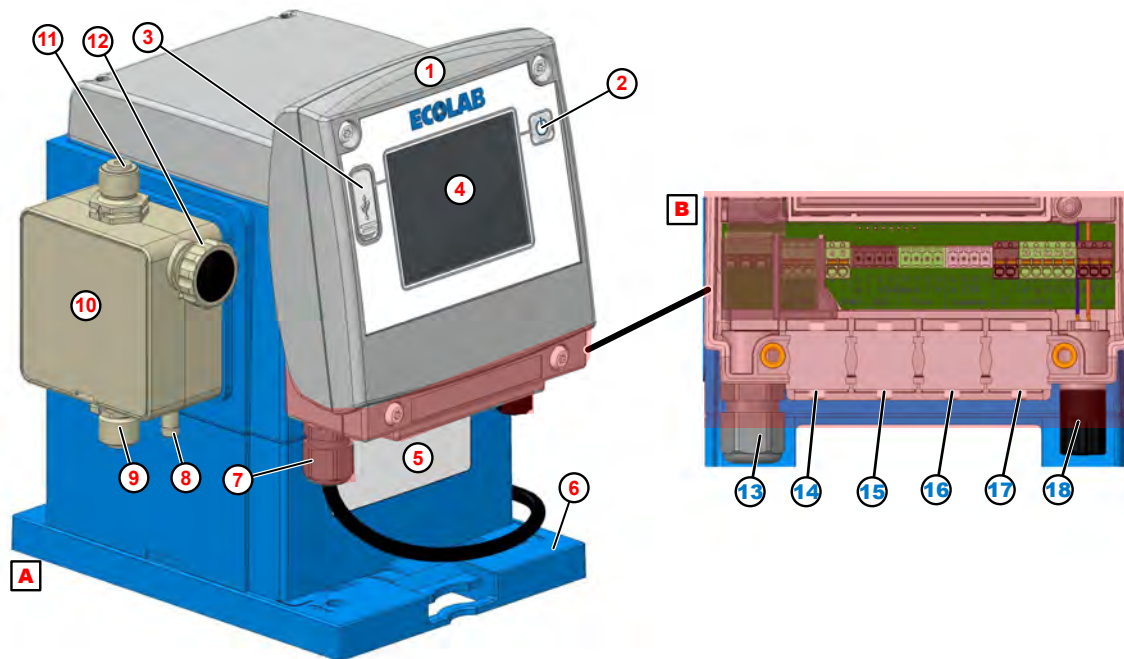

Fig. 11: Struttura «EcoAdd»
AD Ø = 5,1-5,7 mm (Fig. 11 , ⑭ - ⑰).